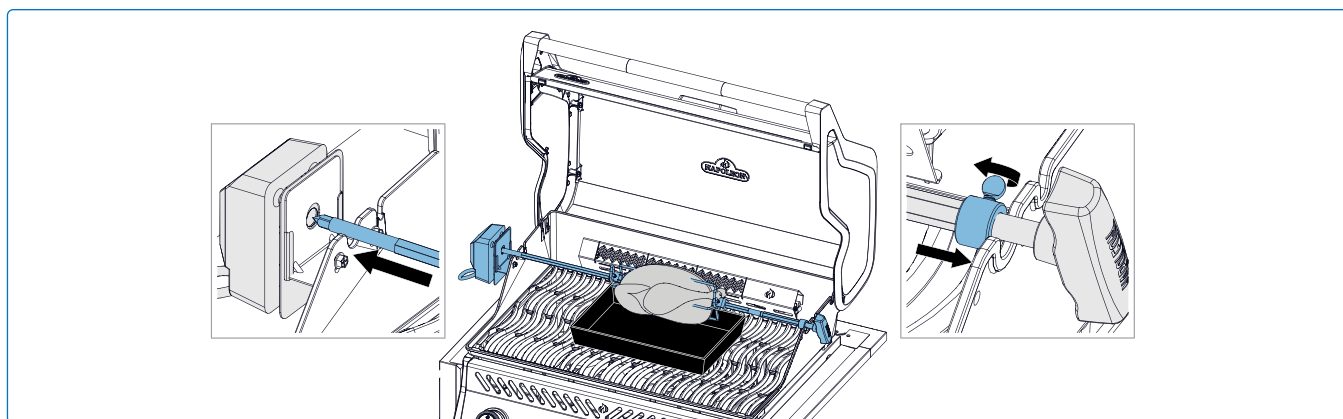

Fig. 5
4. Inserte cuidadosamente el extremo puntiagudo de la varilla del roscicero en el motor del roscicero y coloque el extremo opuesto sobre los soportes. El lado más pesado de la carne colgará naturalmente para equilibrar la carga (**Fig. 5**).
5. Deslice la arandela de tope en la varilla del espetón hasta que pase el interior de la tapa. Esto asegurará el movimiento lateral de la varilla del asador (**Fig. 5**).
6. Apriete la arandela de tope y el mango de la varilla del roscicero. Coloque un recipiente metálico debajo de la carne para recoger los jugos (**Fig. 5**).